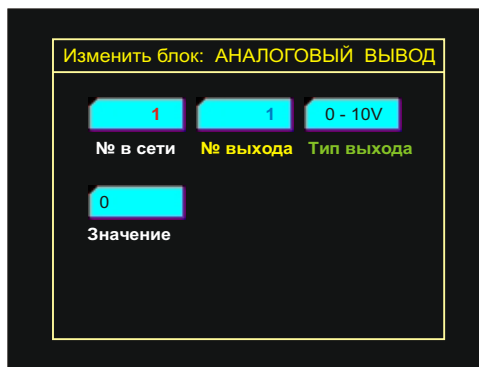

Рис. 31. Конфигуратор блока "Аналоговый вывод"
9.1.16 **Конфигуратор** блока содержит следующие конфигурационные окна (Рис. 31):